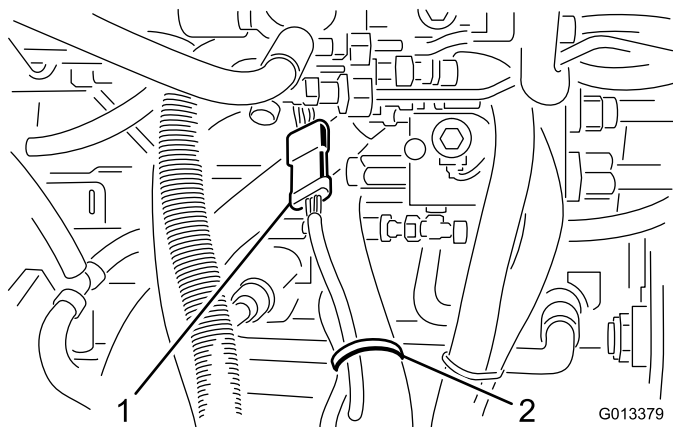

Figura 4
6. Localize e desligue a cablagem da unidade de corte da cablagem da unidade de tração (Figura 4).